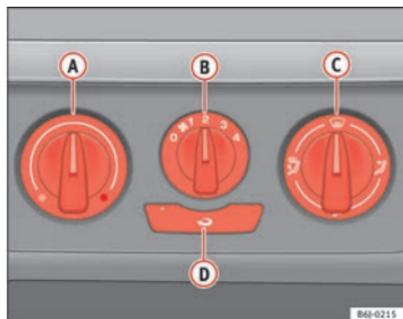

Fig. 87 Comandos do aquecimento no painel de instrumentos
- Com os reguladores **A** e **C** e com o comando **B** ⇒ fig. 87 é ajustada a temperatura, a distribuição do ar e a velocidade do ventilador.